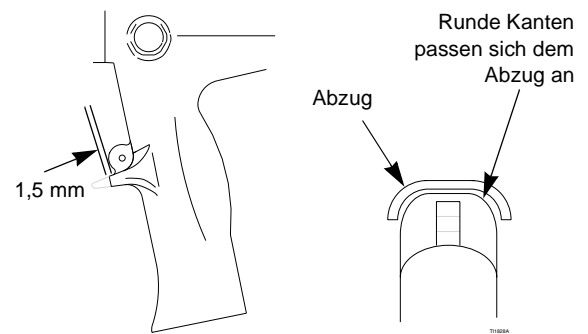

Abb. 1. Vorsprung am Pistolengriff abfeilen
4. Die untere Mutter (C) des Materialschlauchs (D) lösen und den Schlauch vom Pistolenwinkel (E) abnehmen. Die zwei Klemmringe (F, G) nicht verlieren.
5. Den Luftadapter (H) abschrauben und die Klammer (J) sowie den Abluftschlauch (K) entfernen. Den Winkel (E) von der Pistole abnehmen.
6. Den Vorsprung (L) am Pistolengriff abfeilen, um dem 4-Finger-Abzug genügend Platz zu bieten (siehe Abb. 1).